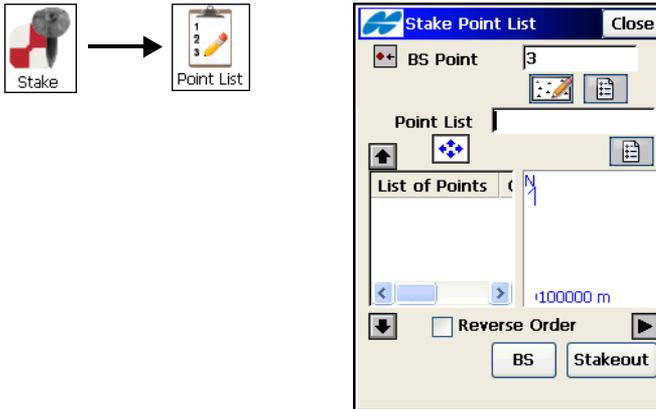

Abbildung 9-55. Abstecken von Punktlisten mit Digitalnivellier
1. Um die Höhen der Absteckpunkte einer Punktliste abzustecken, wählen Sie **Abst ▶ Punktliste**. Das Fenster **Abst. Punktliste** erscheint (Abbildung 9-55 auf Seite 9-46).